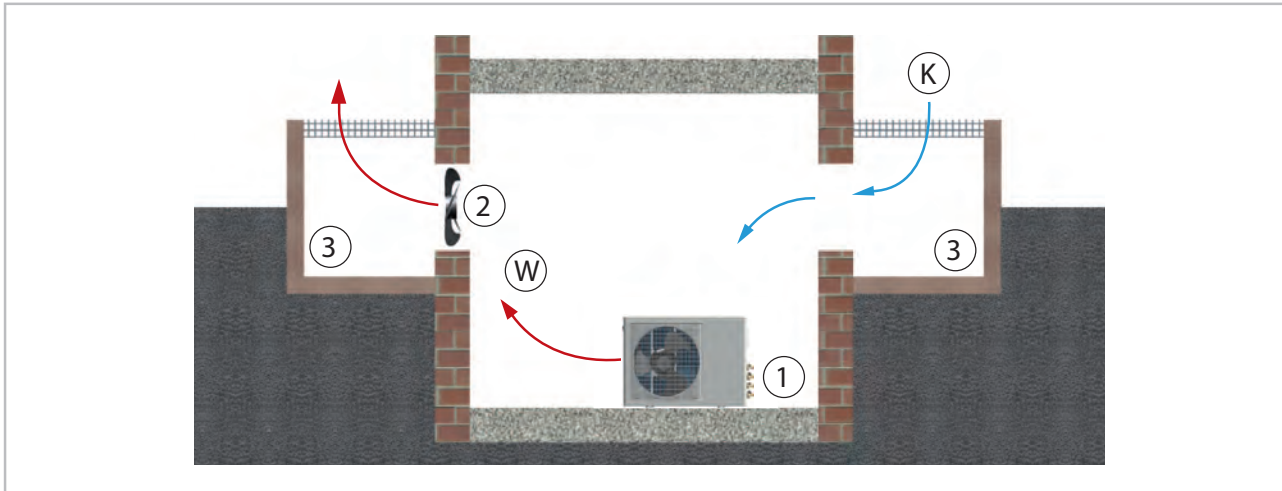

Abb. 23: Aufstellung im Gebäudeinneren
- Sorgen Sie für eine ausreichende Wärmeabfuhr, wenn das Außenteil im Keller, auf dem Dachboden, in Nebenräumen oder Hallen aufgestellt wird (Abb. 23).
- Installieren Sie einen zusätzlichen Ventilator, der über den gleichen Luftvolumenstrom des im Raum aufzustellenden Außenteiles verfügt und der event. zusätzliche Druckverluste durch Luftkanäle kompensieren kann (Abb. 23).